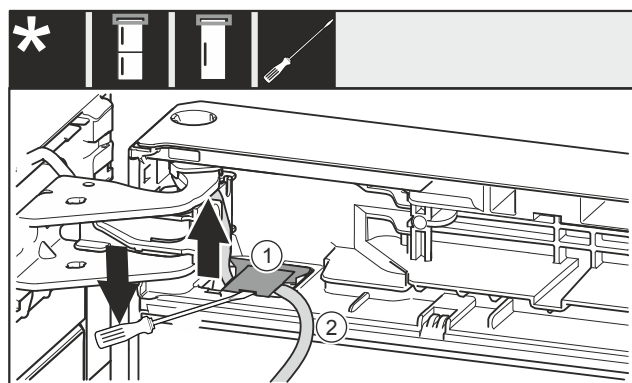

Fig. 26
- Avec un tournevis plat, soulever le cache Fig. 26 (1) et le retirer.
- Retirer le câble Fig. 26 (2).